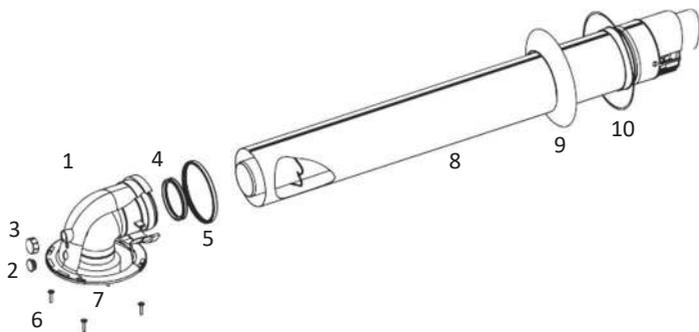

Рис. 5
- Стандартный комплект герметичного дымохода ( $\varnothing 60/100$ ) состоит из следующих частей (рисунок 5):